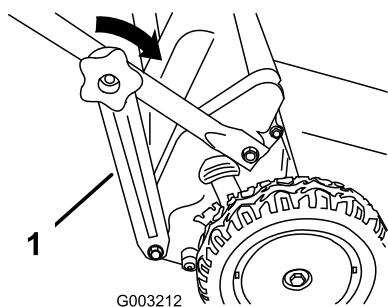

Figure 6
5. Fixez les supports (Figure 6) sur les côtés de la partie inférieure du guidon.